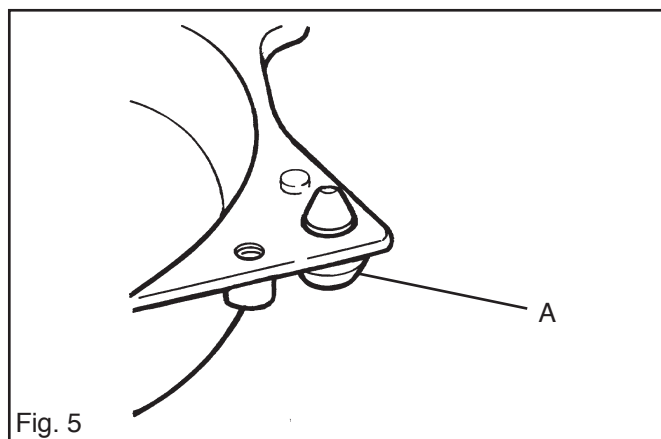

Fig. 5
- A. Retirer le butoir en caoutchouc (A). Voir fig. 5.